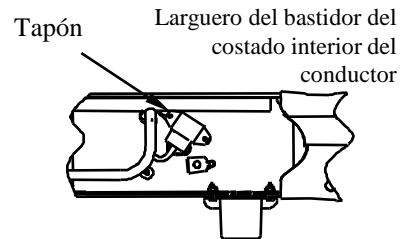
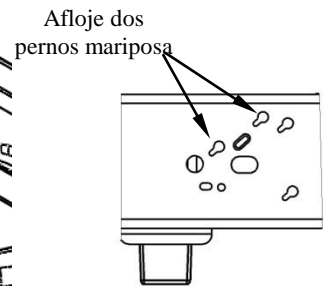

Figura 2a
Figura 2b
2. **En vehículos Pickup con controlador de freno de remolque OE:** Reubique el enchufe eléctrico que se encuentra en el interior del larguero del bastidor del costado del conductor por encima de la rueda posterior (ver Figura 2a). El enchufe se puede retirar del bastidor al aflojar los dos pernos en el exterior del bastidor y empujando las cabezas del perno a través de las ranuras del orificio de la llave como se muestra en la Figura 2b. Una el enchufe al soporte en ángulo que se suministra con el kit de montaje. El soporte se instalará en el interior del bastidor con un perno de 5/8" en un paso de instalación posterior.